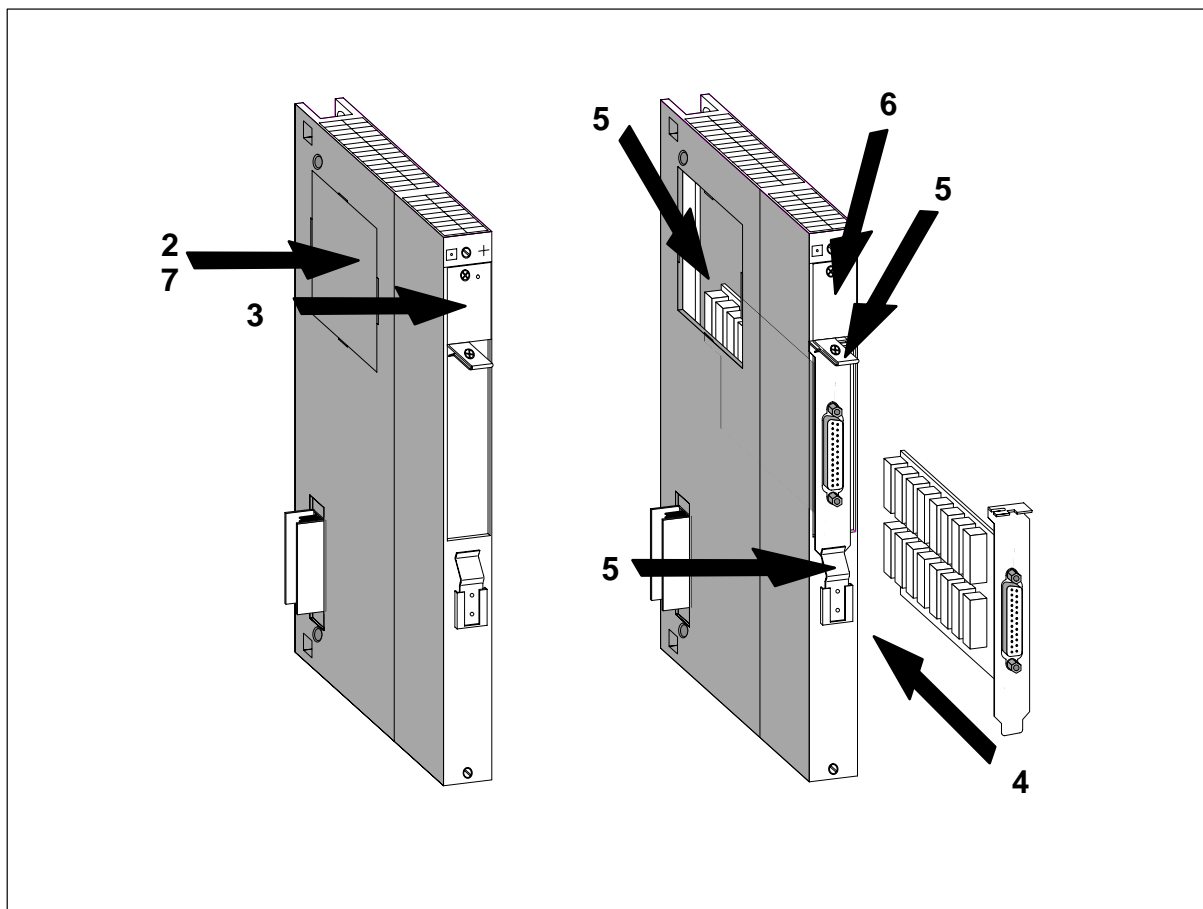

Figure 8-4 Montage d'une carte AT dans un module d'adaptation ATM 478
2. Retirez le couvercle situé en haut sur le côté gauche du module d'adaptation ATM 478 (voir figure 8-4).
3. Retirez l'équerre de maintien située en partie supérieure de la face avant du module ATM 478 (voir figure 8-4).
4. Insérez la carte AT dans l'ouverture ainsi dégagée sur le module (voir figure 8-4).
5. Enfichez la carte AT dans le connecteur de bus ISA en enfonçant la carte vers le bas, en passant les doigts à travers l'ouverture latérale et l'ouverture en façade du module. Veillez à ce que la plaque-support de la carte AT s'engage sous la lame élastique en face avant du module ATM 478 (voir figure 8-4).